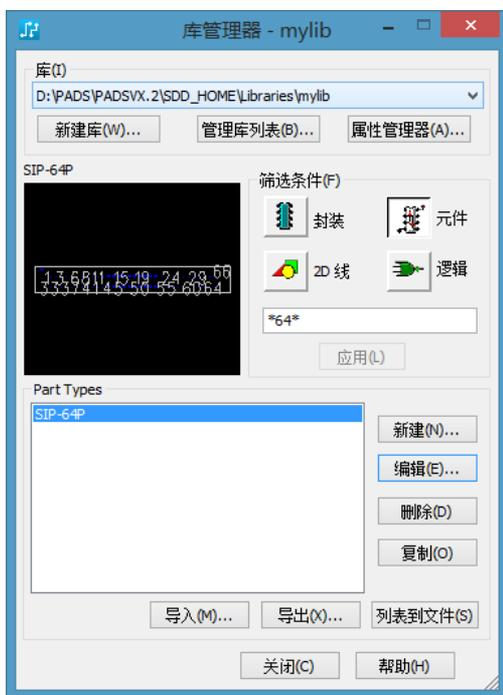

图 9-40 “库管理器”窗口
1) 执行“文件”“库”命令，打开 PADS Layout 的“库管理器”窗口，如图 9-40 所示。
执行“文件”“库”命令，打开“库管理器”窗口，如图 9-40 所示。PADS 通过库来管理元器件类型、CAE 封装、PCB 封装和图形。库管理器用来创建库、显示库的内容及管理编辑库的内容。